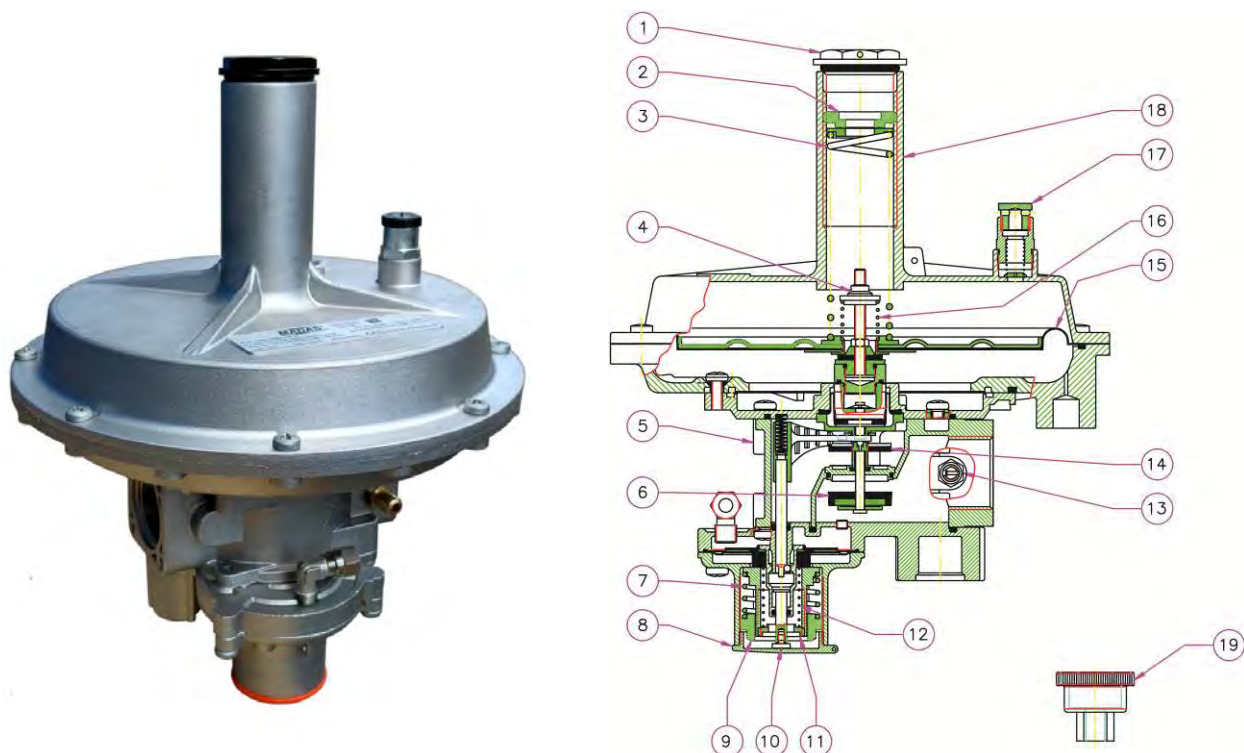

Рис. 1
Регулятор (рис. 1) состоит из: колпачок регулятора (1); винт настройки выходного давления (2); пружина настройки выходного давления (3); винт настройки сбросного клапана (4); корпус регулятора (5); обтюратор (6); пружина запорного клапана по превышению давления (7); колпачок запорного клапана (8); винт настройки запорного клапана избыточного давления (9); рычаг взвода регулятора (10); винт настройки запорного клапана недостаточного давления (11); пружина запорного клапана по недостаточному давлению (12); штуцер диагностики выходного давления (13); затвор запорного клапана (14); рабочая мембрана (15); пружина настройки сбросного клапана (16); пылезащитный колпачок (17); воронка (18); ключ для настройки запорного клапана (19).
- Для настройки регулятора необходимо использовать манометр, который можно установить в штуцер для отбора давления (см. рис. 1, 2).
См. рис. 1 и 2.